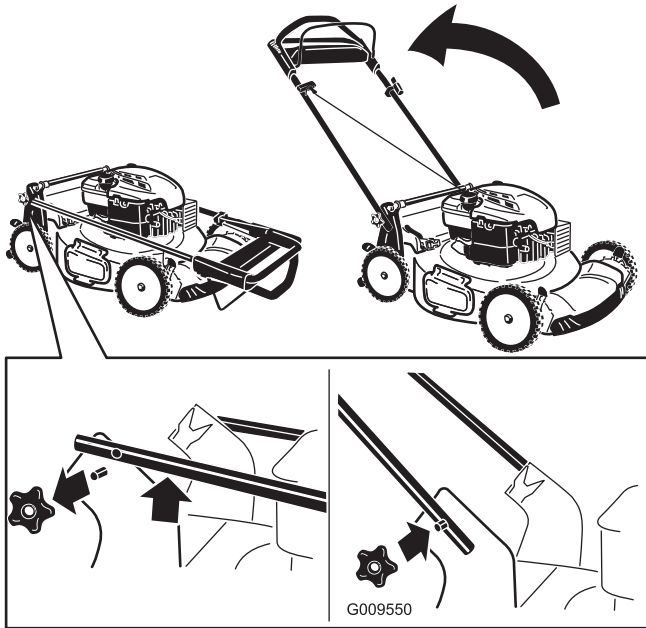

Figure 4
1. Retirez les boutons du guidon sur le carter de la tondeuse (Figure 4).
3. Montez et serrez les boutons du guidon retirés à l'opération 1 (Figure 4).